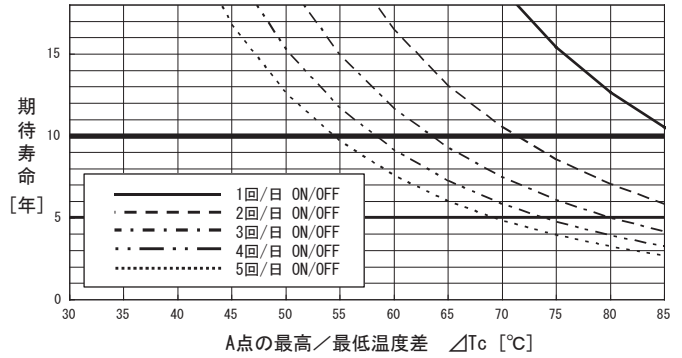
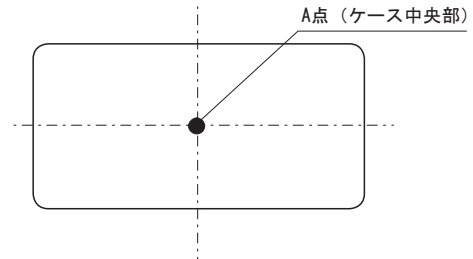

図12.3 熱疲労による期待寿命グラフ
図12.4 温度測定箇所 (ケース上面)
■図12.3に当社加速試験結果を元に算出した1日のON/OFF回数とケース温度差(図12.4ポイントA点 ΔT_c)に対する製品の期待寿命を示します。
■無償補償期間10年ですが、図12.3に示す期待寿命が10年未満の場合、この寿命を無償補償期間とします。